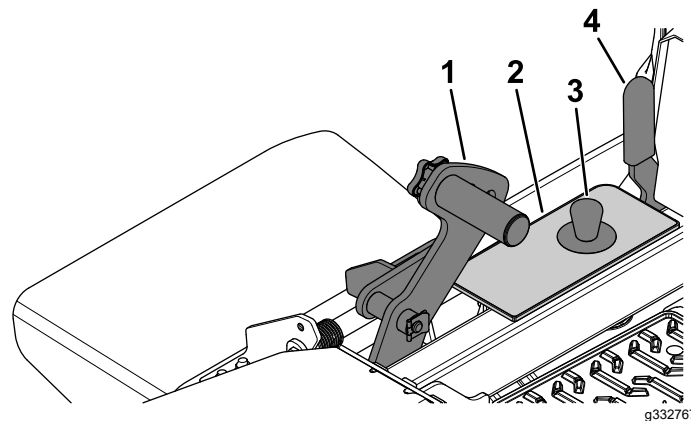

Figure 31
1. Poussez la pédale de levage du tablier complètement en avant pour bloquer le tablier en position **TRANSPORT** (qui est aussi la position de hauteur de coupe de 140 mm [5½ po]), comme montré à la Figure 31.
2. Pour changer la hauteur de coupe, retirez la goupille du support de hauteur de coupe (Figure 31).
3. Insérez l'axe dans le trou du support correspondant à la hauteur de coupe voulue (Figure 31).